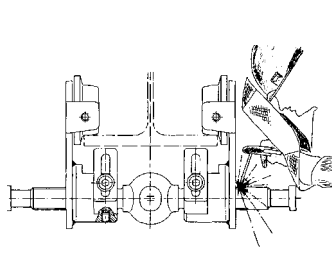

Abb. 4
- Schweißarbeiten am Handfahrwerk sind verboten (Abb. 4).